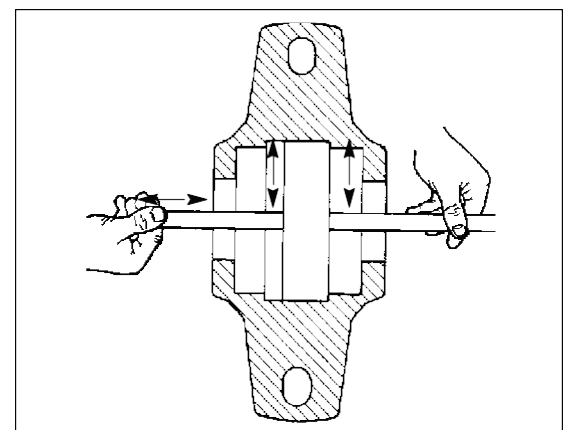

Fig. 8c. Mesure du jeu
2. Retirez les boulons de fixation M10 (7) et les boîtiers de roulement supérieurs (6).
5. Pliez la griffe de la bague de fixation (3) pour la faire sortir de l'encoche de l'écrou de l'axe et ouvrez l'écrou d'axe.
6. Retirez la bague d'écartement (3) si le roulement se trouve sur le côté alimentateur.
7. Mesurez le jeu radial sur le dessus du roulement entre les rouleaux et la bague extérieure avec une jauge d'épaisseur. Le jeu doit être de 0,02-0,03 mm (0,008-0,012 po). Mesurez le jeu en poussant la jauge d'épaisseur entre les rouleaux (point A, Fig. 8b.) à travers le roulement, puis en déplaçant la jauge d'avant en arrière entre les rouleaux et la bague extérieure - voir Fig. 8c. Ne forcez pas la jauge d'épaisseur à travers le jeu.
8. Si le jeu est supérieur à 0,03 mm, pliez la griffe de la bague de fixation (2) pour la retirer de l'encoche de l'écrou d'axe (1).
12. Installez le boîtier de roulement supérieur et serrez les boulons (6) à 50 Nm (36 7/8 lbf).